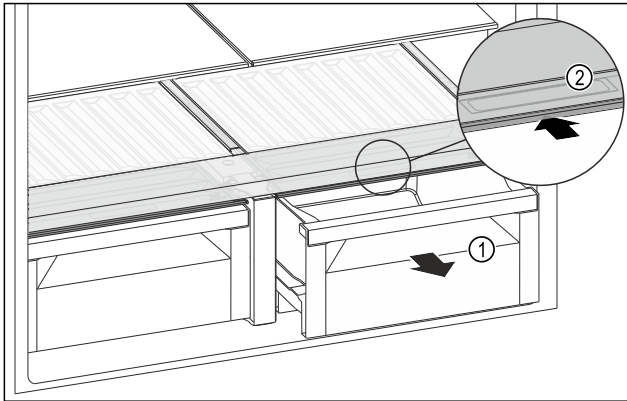

Fig. 130
- ▶ Извлеките выдвижной ящик *Fig. 130 (1)*.
- ▶ Возьмитесь за утопленную ручку *Fig. 130 (2)* на крышке отделения и одновременно введите крышку отделения назад.